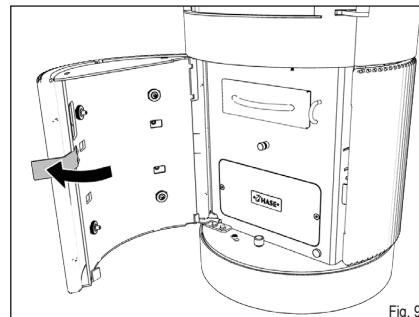

Fig. 9
- ▶ Ouvrez la porte de commande (Fig. 9).